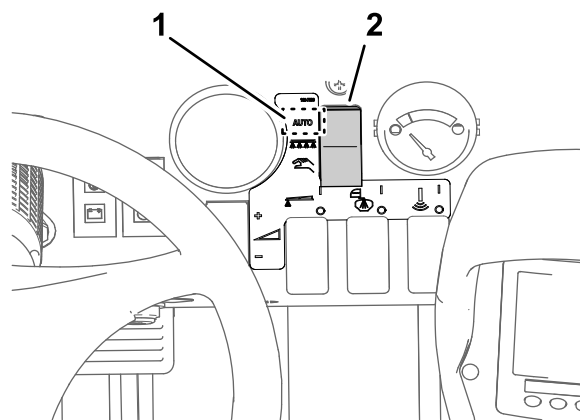

Figure 43
3. Placez le secteur de mode du pulvérisateur en position Mode débit d'application (Figure 43).